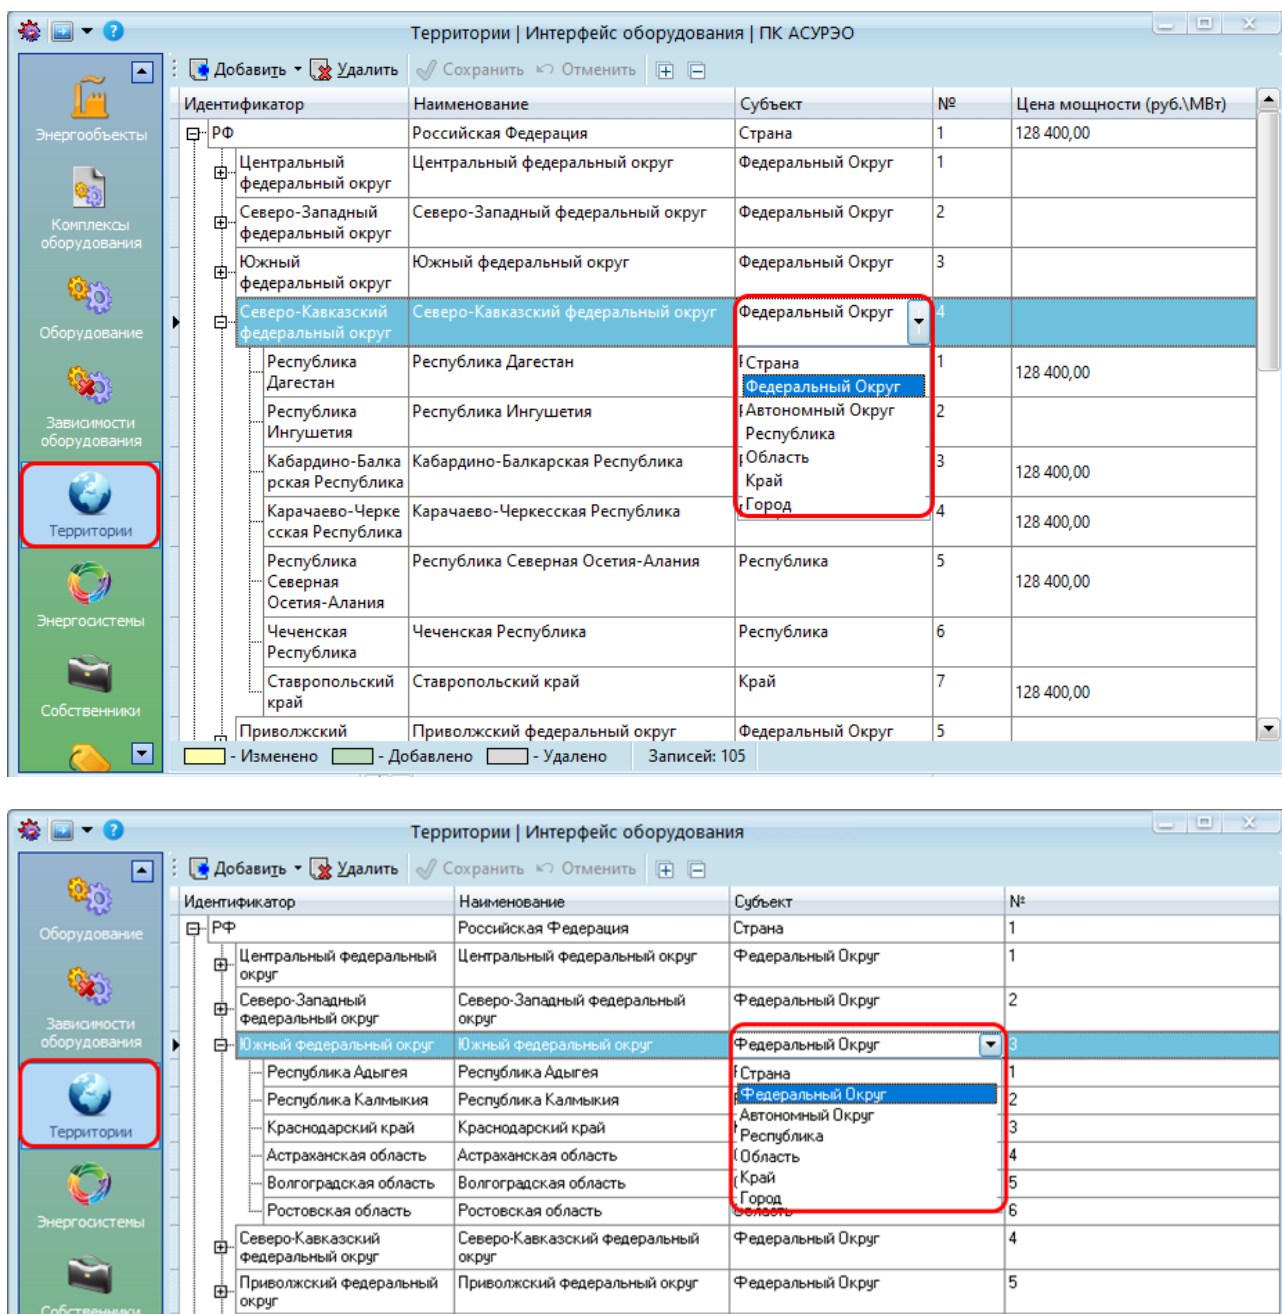

Рисунок 9.1 – Форма справочника «Территории»
- **«Субъект».** В поле вводится субъект из раскрывающегося списка субъектов Российской Федерации (Рисунок 9.1).